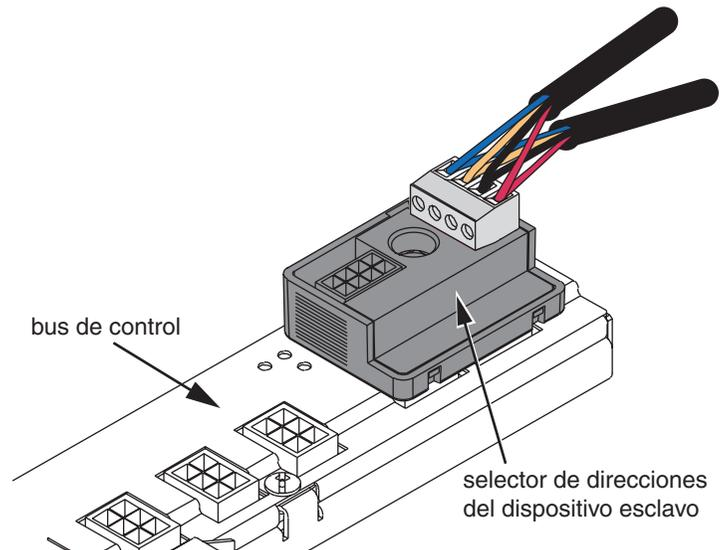

Figura 6: Selector de direcciones del dispositivo esclavo ubicado en el bus de control izquierdo
- Colóquese de frente al primer tablero esclavo y conecte el selector de direcciones del dispositivo esclavo a los conectores del bus de control vertical izquierdo (vea la Figura 6).